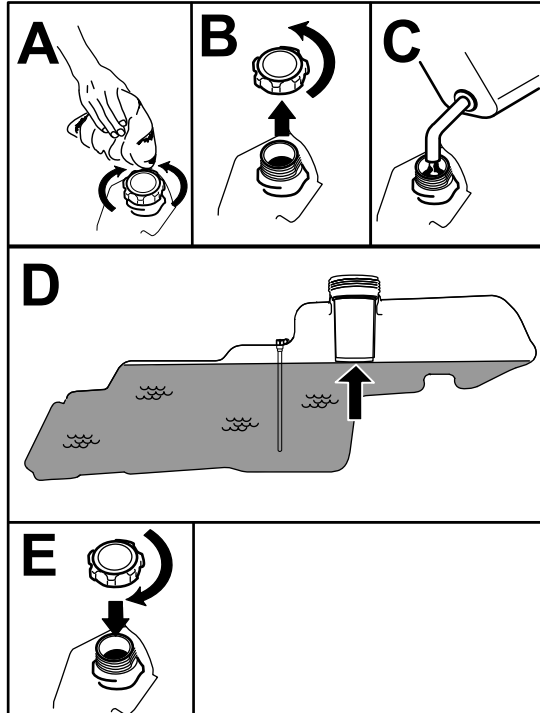

Figura 8
- Llene el depósito de combustible hasta la parte inferior del cuello de llenado (Figura 8). No llene completamente el depósito de combustible